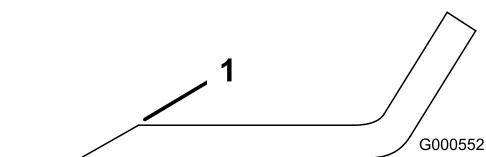
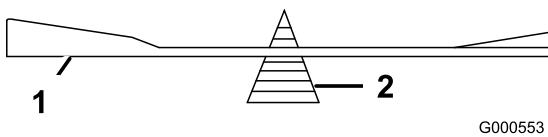

Figure 45
Figure 46
2. Vérifiez l'équilibre de la lame en la plaçant sur un équilibrage (Figure 46). Si la lame reste horizontale, elle est équilibrée et peut être utilisée. Si la lame est déséquilibrée, limez un peu l'extrémité de la partie relevée seulement (Figure 45). Répétez la procédure jusqu'à ce que la lame soit équilibrée.